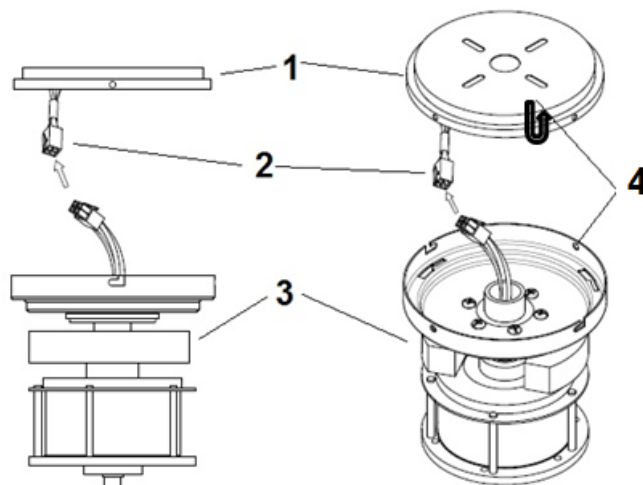

Abb. 3
- Setzen Sie die Ventilatereinheit an der Halterung (1) an und führen Sie die J-Laschen der Deckenhalterung durch die Öffnungen der Halterung (4) an der Ventilatereinheit, und drehen Sie im Gegenuhrzeigersinn, um die Ventilatereinheit (3) an der Deckenhalterung (4) zu befestigen. Abb. 3
- Verbinden Sie Stecker und Buchse (2). Abb. 3